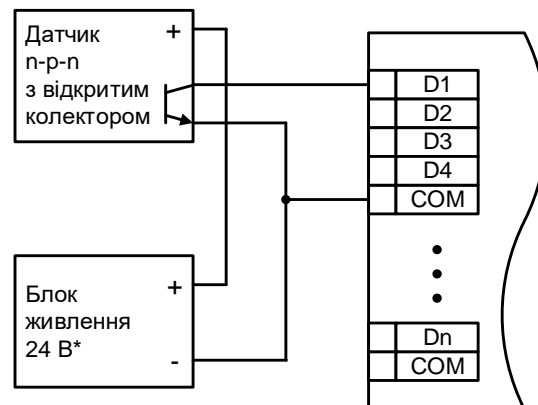

Рисунок 5.4 – Схема підключення датчиків з транзисторним виходом n-p-n типу з відкритим колектором
- транзистор n-p-n типу (див. рисунок 5.4).